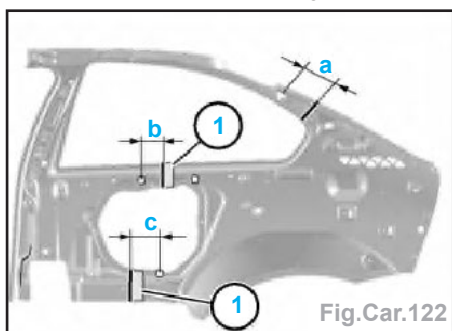

Fig.Car.122
- Meuler les points de soudure dans les zones (1) et déposer le côté de caisse intérieur (avec le passage de roue extérieur).
- Tracer et découper l'élément neuf du côté de caisse intérieur (Fig.Car.122).